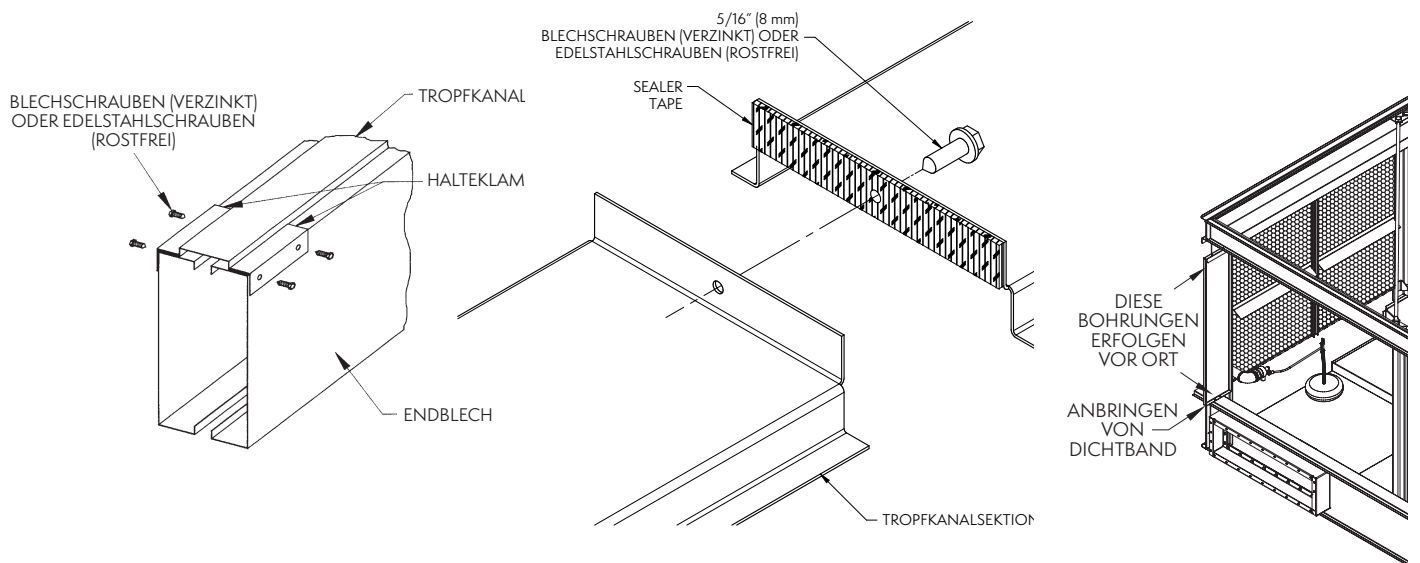

Abb. 2b – Montage von Tropfkanaal und senkrechtem Spritzschutz
9. Sofern mehrere Tropfkanäle vorhanden sind, ist zunächst Dichtband anzubringen (wie in **Abb. 2b** dargestellt). Eine durchgehende Verbindung der Kanäle schaffen Sie, indem Sie eine selbstschneidende 5/16" (8 mm) Schraube durch das Tropfkanalende mit dem größeren Bohrloch in das Tropfkanalende mit dem kleineren Bohrloch drehen. Bei Edelstahlaggregate werden 5/16" (8 mm) Edelstahlschrauben- und Muttern verwendet.
10. Setzen Sie das senkrechte Spritzschutzblech in den Winkel zwischen den senkrechten Halterungen. Bei verzinkten Aggregaten wird der senkrechte Spritzschutz mithilfe von selbstschneidenden 5/16" (8 mm) Schrauben befestigt; bei Edelstahlaggregate werden 5/16" (8 mm) Edelstahlschrauben- und Muttern verwendet (siehe **Abb. 2b**).
11. Befestigen Sie die Unterseite des senkrechten Spritzschutzes mithilfe von 5/16" (8 mm) Schrauben und Dichtband am Tropfkanal (wie in **Abb. 2b** dargestellt).
12. Dieser Arbeitsschritt gilt nur für Aggregate mit einem Abstand von 130 mm zwischen den Zellen: Setzen Sie den zusätzlichen oberen Tropfkanal in die oberen Flanschverbindungen der Wannensektion (wie in **Abb. 2b** dargestellt). Die Befestigung am senkrechten Spritzschutz erfolgt mithilfe von 5/16" (8 mm) Schrauben (bei verzinkten Aggregaten) oder Edelstahlschrauben- und Muttern bei Edelstahlaggregate.